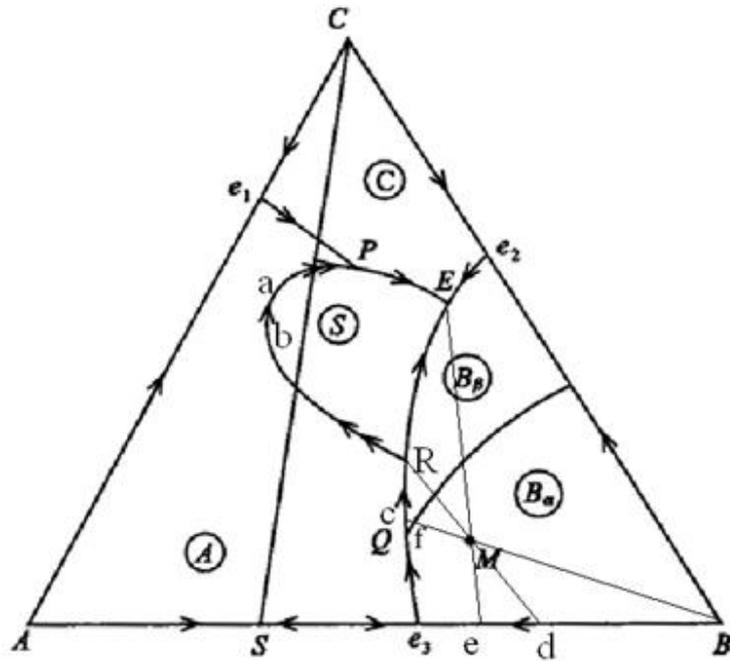

图6-19
6-31根据图6-19回答下列问题: (1) 用箭头标出各界线的温度下降方向并说明界线性质; (2) 指出各无变量点E、P、R、Q的性质, 并写出其相平衡关系; (3) 写出熔体M的结晶过程, 说明液相离开R点的原因; (4) 画出AB、BC二元系统相图。